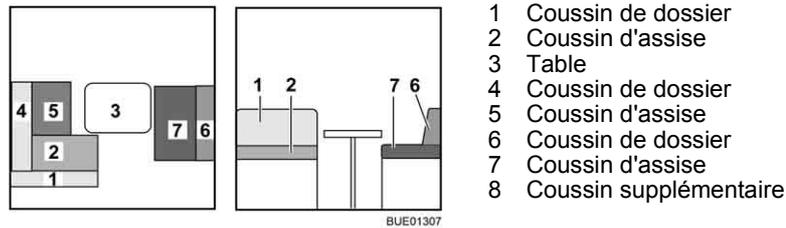

Fig. 127 Avant la transformation
- Convertir la table (Fig. 127,3) en sommier de lit (voir paragraphe 6.10).
- Retirer les coussins de dossier (Fig. 127,1 et 4) et les placer de côté.